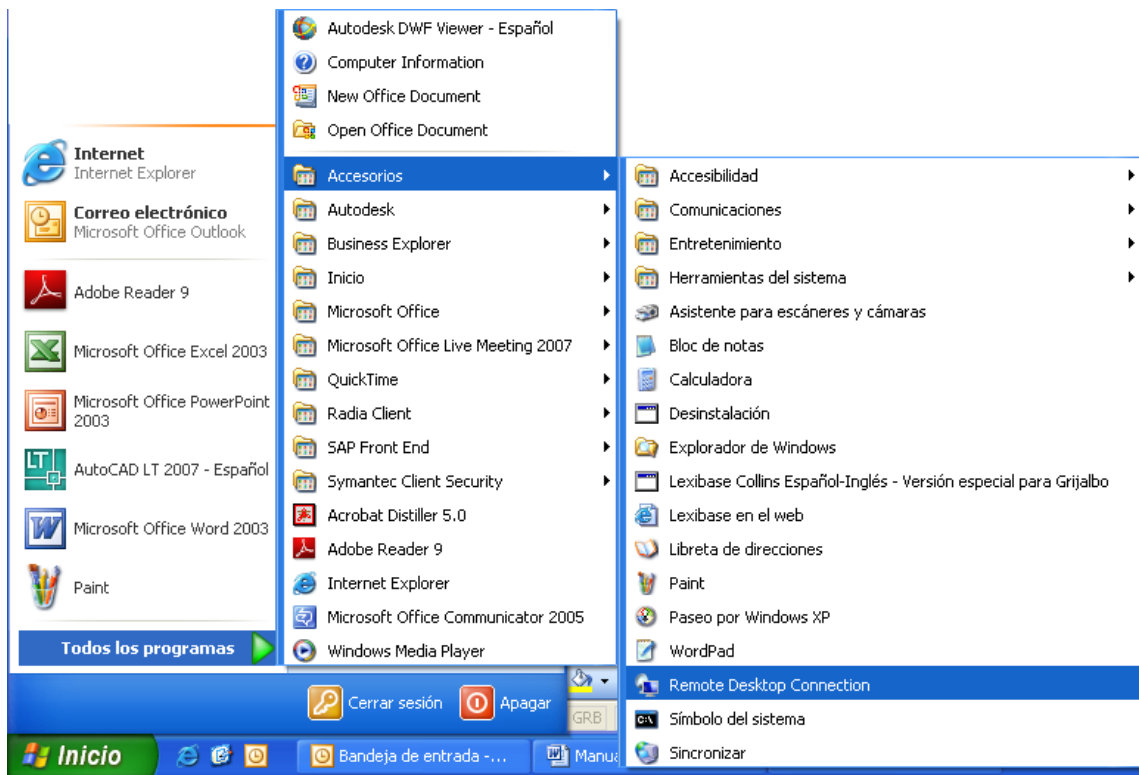

Imagen 34
1.- Accederemos al menú Inicio→clicaremos la opción Accesorios→Finalmente seleccionaremos la opción Remote desktop connection este procedimiento se muestra en la tabla siguiente (Imagen 34).